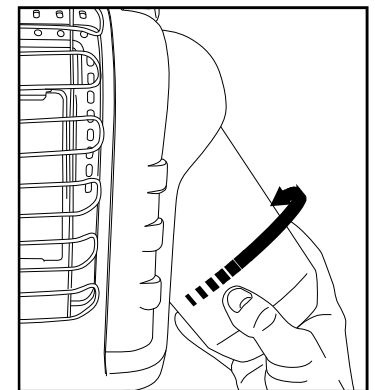

Figure 2 : Attache le réservoir à carburant
- Faites pivoter le régulateur outward pour l'installation de réservoir facile. Vis 1 livre. le cylindre de réserves disponible du GAZ DE MICROSILLON dans le sens des aiguilles d'une montre (du fond) dans le chauffage portatif jusqu'à serré-de-mains; (voir figure 2). NE PAS utiliser du produit d'étanchéité pour filetages sur cette liaison
Inspectez visuellement la flamme de la veilleuse et le brûleur régulièrement au cours de l'utilisation. La flamme de la veilleuse doit être bleue, et non jaune, et s'étendra au-delà du thermocouple. La flamme doit entourer le thermocouple juste en-dessous de son extrémité (voir Figure 2, ci-dessous). Il est possible qu'une faible flamme jaune apparaisse là où se rencontrent la flamme veilleuse et la flamme principale du brûleur. Le brûleur doit être orange vif (avec un peu de bleu sur le contour; une brume rouge orangée visible sur le bloc céramique est acceptable) sans flamme apparente. Une flamme bleue qui s'échappe du bloc céramique indique une accumulation de poussière, de fibres ou de toiles d'araignée à l'intérieur du boîtier ou du compartiment du brûleur. Si la flamme veilleuse est jaune ou que le brûleur dégage une flamme visible, un nettoyage s'impose. Respectez la méthode suivante pour inspecter le boîtier et le compartiment du brûleur.
- 8 Inspectez et nettoyez la veilleuse (installée sur le support) à l'aide d'un aspirateur ou injectez de l'air comprimé dans les trous de la veilleuse, indiqués par les flèches de la figure 2, à gauche.